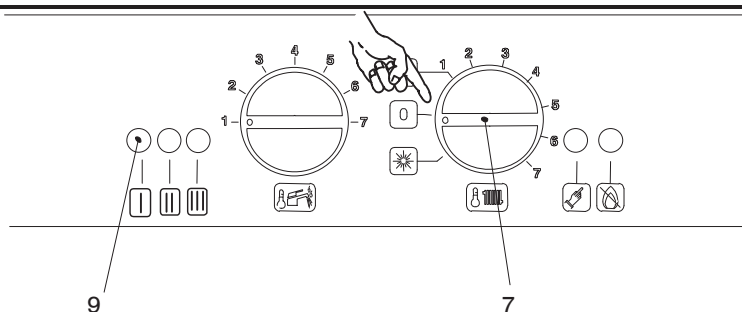

Fig. 7.2
- 2 To enter the programming phase, connect the boiler electrical powering by pressing the two-pole switch then place the working selector / heating temperature adjustment knob, see Fig. 7.2 to **OFF**
- 2 Для доступа в режим программирования, необходимо подключить электропитание к бойлеру при помощи двухполюсного выключателя и затем установить Переключатель режима работы / Рукоятку регулирования температуры отопления, указанной в Fig. 7.2 в положение OFF